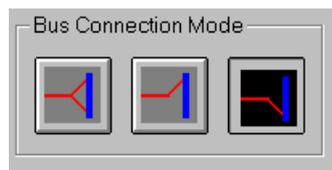

Рис. 6-11. Выбор стиля шины
- 1) Установите стиль подключения проводников к шине, используя команду **Option/Display** (см. рис. 6-11).